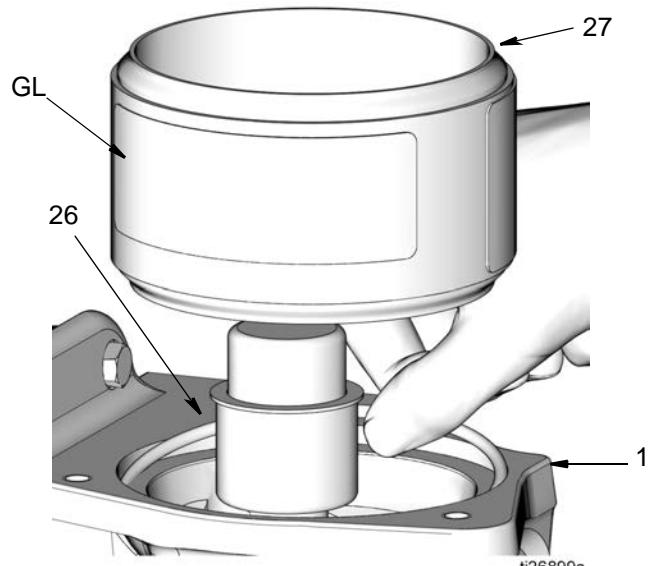

图 54
10. 在 O 形圈 (26) 上抹上薄薄一层滑脂。将 O 形圈 (26) 安装在泵底座 (1) 的沟槽中, 如 图 54 所示。
11. 将液箱 (27) 安装在泵底座 (1) 中, Graco 标牌 (GL) 朝向泵底座的正面, 如 图 54 所示。小心不要挤压或移动 O 形圈。